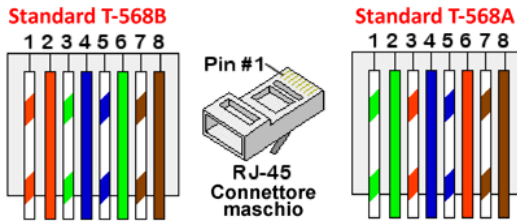

Figura 30: Cablaggio standard
- c. Inserire gli otto fili in un connettore RJ45, come descritto nella Figura 30.
- e. Collegare il connettore Ethernet alla porta RJ45 sulla scheda di comunicazione come illustrato nella Figura 30.